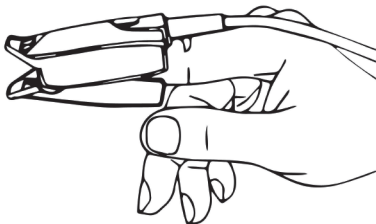

Figura 3.1 Demostración de la sonda SpO₂
3. Introduzca un dedo (de preferencia el dedo índice, la uña no debe ser demasiado larga) en la abrazadera de la sonda en función de la marca del dedo, como se muestra en la figura 3.1.